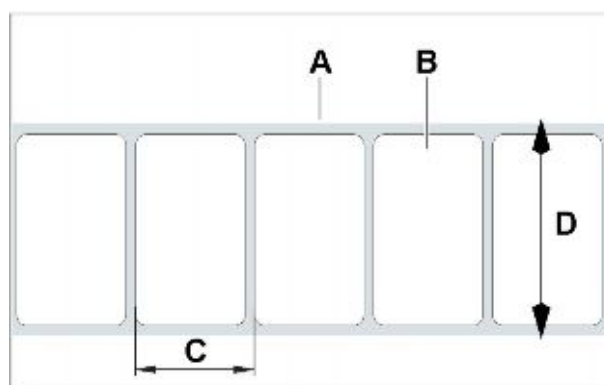

Рис. 45. Лента с самоклеящимися этикетками
1. Измерьте шаг этикетки (Рис. 45С).